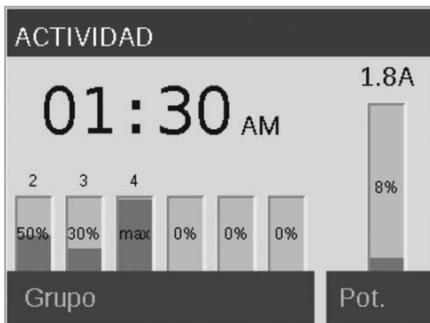

Figura 2: Imagen de la pantalla **ACTIVITY**
- Todos los grupos activos y su nivel de intensidad. En la Figura 2 se muestran tres grupos; solo es posible mostrar un máximo de seis grupos al mismo tiempo. Gire el selector para mostrar más grupos si hay más de seis en operación.